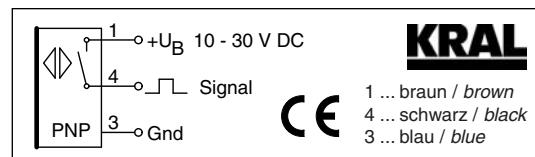

Abb. 4 Anschlusschaltbild BEG 43D/BEG 46D
5. Impulsgeberstecker **493** anschließen, dabei Anschlusschaltbild beachten, siehe Abb. 4, Seite 29.